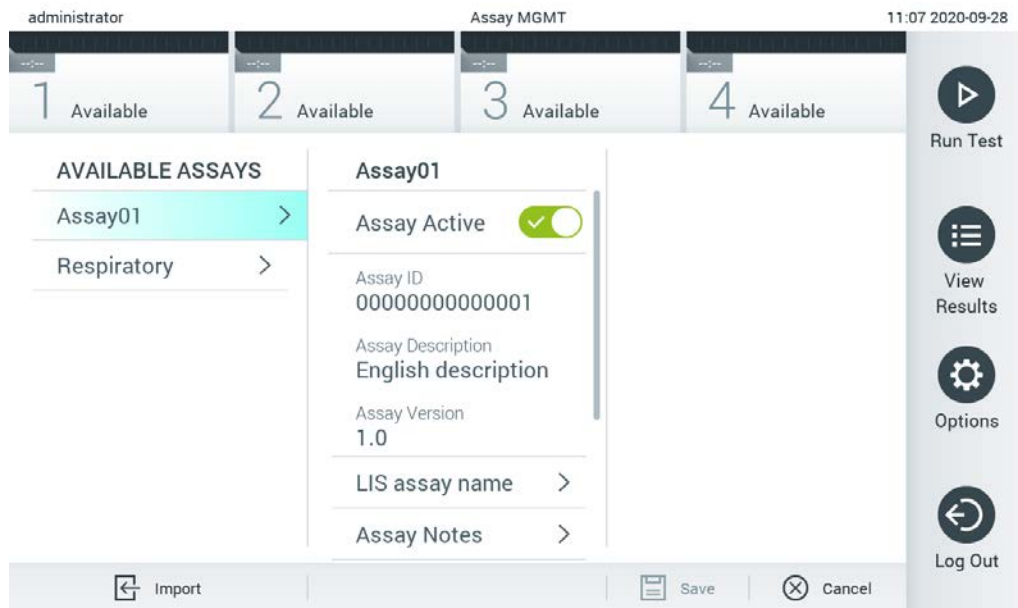

Рис. 67. Активирование тест-системы.
7. Для активации тест-системы необходимо выбрать пункт «Assay Active» (Тест-система активна) (рис. 67).